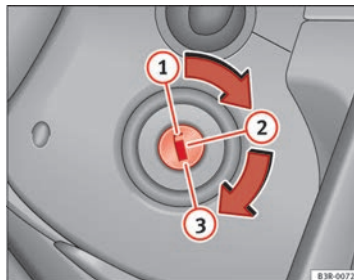

Fig. 118 Posições da chave da ignição
- Rodar a chave da ignição para a posição ① ⇒ Fig. 118.
- Retire a chave da ignição na posição ① ⇒ Fig. 118 ⇒ △.